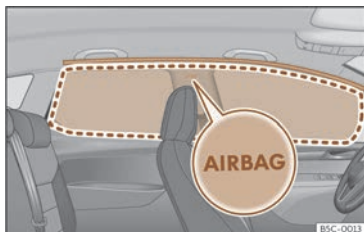

Fig. 28 Emplacement des airbags rideaux.
Les airbags rideaux se trouvent des deux côtés de l'habitacle, au-dessus des portières >>> **fig. 28**, repérés par les monogrammes « AIRBAG ».
Lorsqu'il se déclenche, l'airbag rideau occupe la zone marquée (zone de déploiement) >>> **fig. 28**. C'est pourquoi il ne faut jamais déposer ou fixer des objets dans cette zone >>> **△**.
- Assurez-vous que les enfants voyagent correctement assis dans leur siège et ne placent pas leur tête dans la zone de déploiement des airbags rideaux >>> **fig. 28**, car ceux-ci pourraient les heurter et provoquer des blessures graves en cas de déclenchement.